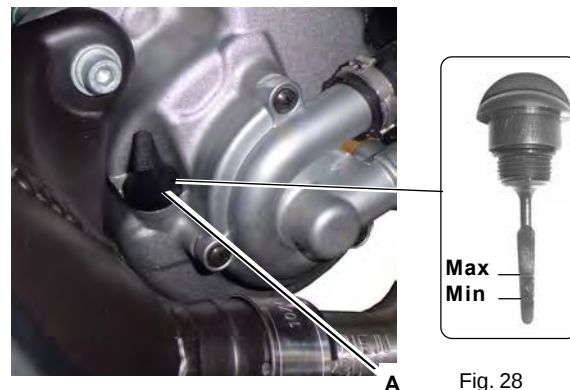

Fig. 28
- Dévisser le bouchon jaugeur (A - Fig. 28) du carter du moteur et le nettoyer ; le réintroduire ensuite dans son logement en le revissant complètement.
- Retirer de nouveau le bouchon jaugeur et contrôler que le niveau d'huile est bien compris entre les repères MIN et MAX indiqués sur la Fig. 28.
- Enlever le bouchon de vidange et la tige de contrôle (A - Fig. 28). Laisser ensuite l'huile s'écouler.